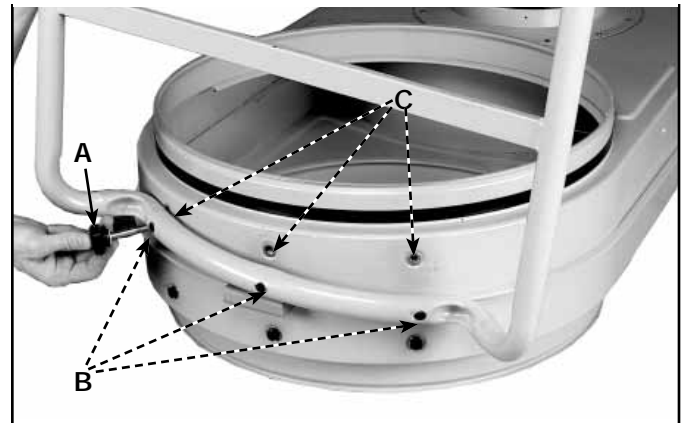

Fig. 2
1. Placer le module moteur-souffleur avec le moteur vers le bas. (fig. 2)
2. Enfiler une rondelle plate de 18 mm (3/8 po) sur le bouton (A) fig. 2.
3. Aligner les trous (B) des pattes avec ceux (C) du module moteur-souffleur. Les pattes devraient pointer vers le haut. Insérer le bouton dans le trou (B) dans les pattes et le visser dans le trou (C) du module moteur-souffleur. Serrer solidement le bouton.